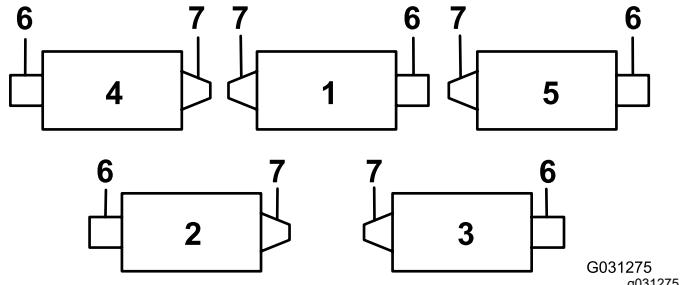
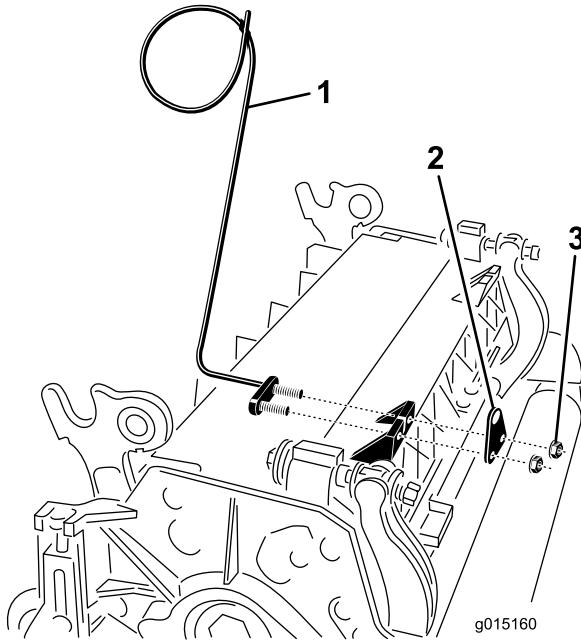

Figura 6
Figura 7
7. En la unidad de corte 4 (delantera izquierda) y la unidad de corte de 5 (delantera derecha), utilice las tuercas de montaje del soporte de la varilla para instalar las guías de las mangueras a la parte delantera de las pestañas de las unidades de corte. Las guías de los manguitos deben estar inclinadas hacia la unidad de corte central (Figura 6, Figura 7, Figura 8).